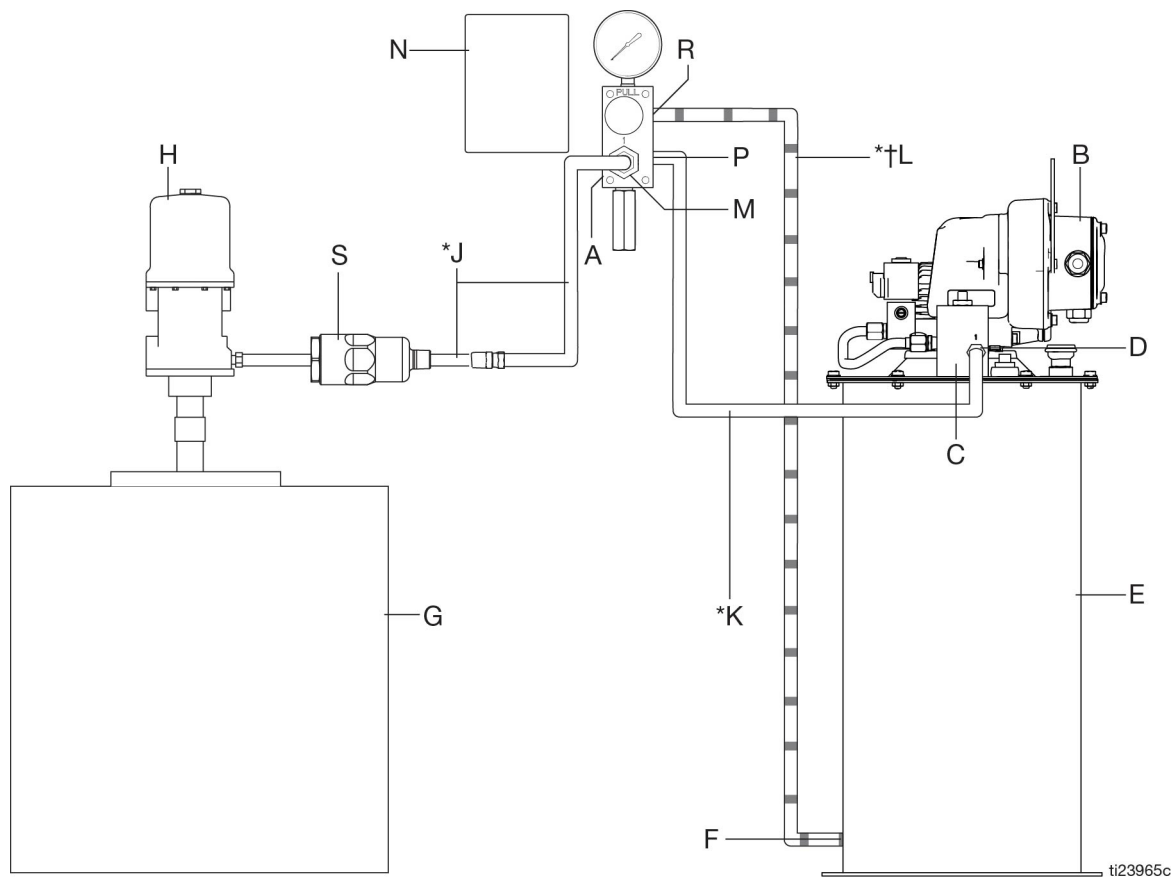
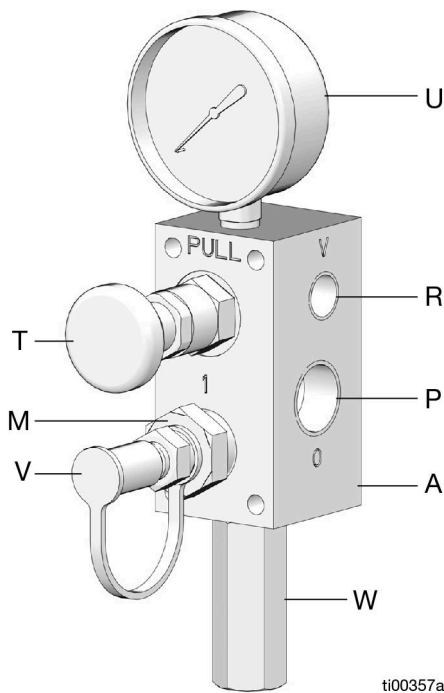

Рис. 1: Стандартная установка
Рис. 2
Справочные буквы, используемые в следующих инструкциях, относятся к **Стандартная установка** (Рис. 1, стр. 4), и **Идентификация компонентов заливочного клапана** (Рис. 2).
2. Расположите заливочный клапан (A) как показано на Рис. 2. Когда заливочный клапан (A) расположен правильно, манометр находится в верхней части блока заливочного клапана, а клапан сброса давления (W) — в нижней части блока.
<p>Чтобы снизить риск серьезного повреждения кожных покровов, при установке заливочного клапана (A) необходимо, чтобы манометр (U), расположенный в верхней части клапана, и клапан сброса давления (W), были направлены вниз, как показано на Рис. 2).</p>
4. Зафиксируйте заливочный клапан (A) на установочной поверхности, используя четыре болта (1/4 дюйма).
5. Выберите подходящее место рядом с клапаном, чтобы закрепить этикетку с инструкциями по эксплуатации (N), входящую в комплект поставки клапана.
Справочные буквы, используемые в следующих инструкциях, относятся к **Стандартная установка** (Рис. 1, стр. 4), и **Идентификация компонентов заливочного клапана** (см. Рис. 2, стр. 5).